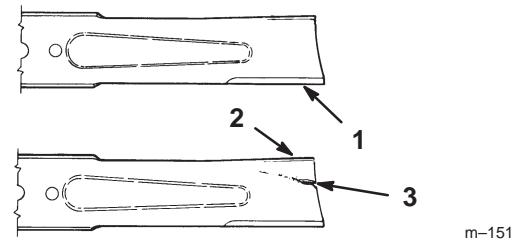

Bild 32
1. Untersuchen Sie die Schneidkanten (Bild 32). Bauen Sie, wenn die Kanten nicht scharf sind oder Kerben aufweisen, die Schnittmesser aus und schärfen sie. Siehe Schärfen der Messer, Seite 33.
2. Untersuchen Sie die Schnittmesser, insbesondere den gebogenen Bereich (Bild 32). Montieren Sie, wenn Sie Schäden, Verschleiß oder Rillenbildung in diesem Bereich feststellen (Bild 32), sofort ein neues Schnittmesser.